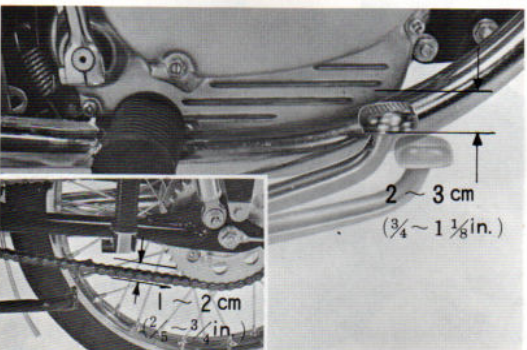

Fig 119 Mou de la chaîne et jeu de la pédale de frein
- 7) Remonter la chaîne et après sa tension serrer l'écrou de broche. La chaîne doit être tendue avec un mou vertical de 1 à 2cms. (fig. 119)
Le jeu à la pédale de frein doit être compris entre 2 et 3 cms. (Fig. 119)